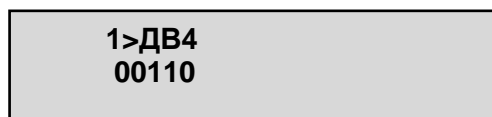

Рисунок 5.9 – Введення запуску ОЦЦ в інверсному режимі
4) Для переходу до наступного біту «ДВ4» натискаємо кнопку . Кнопками  - вгору або  - вниз встановлюємо «1». (рисунок 5.9)..